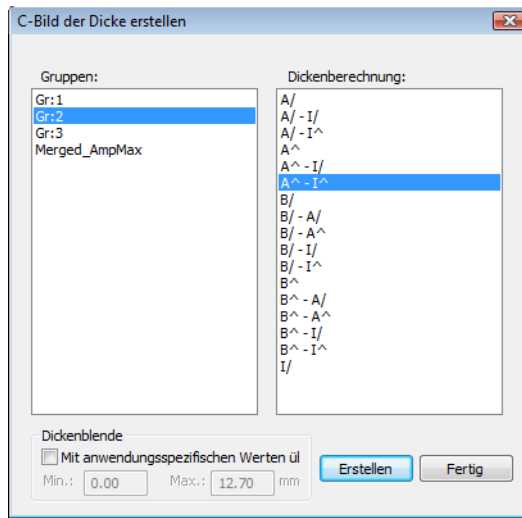

Abbildung 7-1 Dialogfeld C-Bild der Dicke erstellen
2. Im Dialogfeld **C-Bild der Dicke erstellen** (siehe Abbildung 7-1 auf Seite 352):